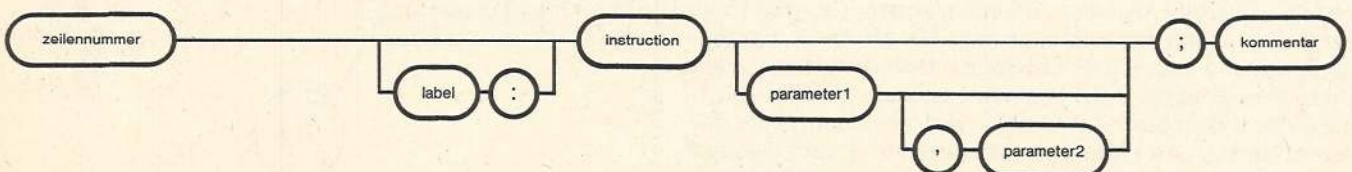

Bild 3. Syntax-Diagramme zum Cross-Assembler
- Im weiteren sind folgende Regeln zu beachten (Bild 3):